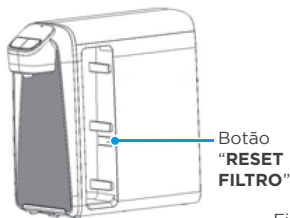

Fig. 5
7. Mantenha o botão de **“RESET FILTRO”** pressionado por alguns segundos, até que o LED **“TROCAR FILTRO”** no painel de controle pisque e apague, assim reiniciando a contagem de tempo e consumo do filtro (Fig. 5).